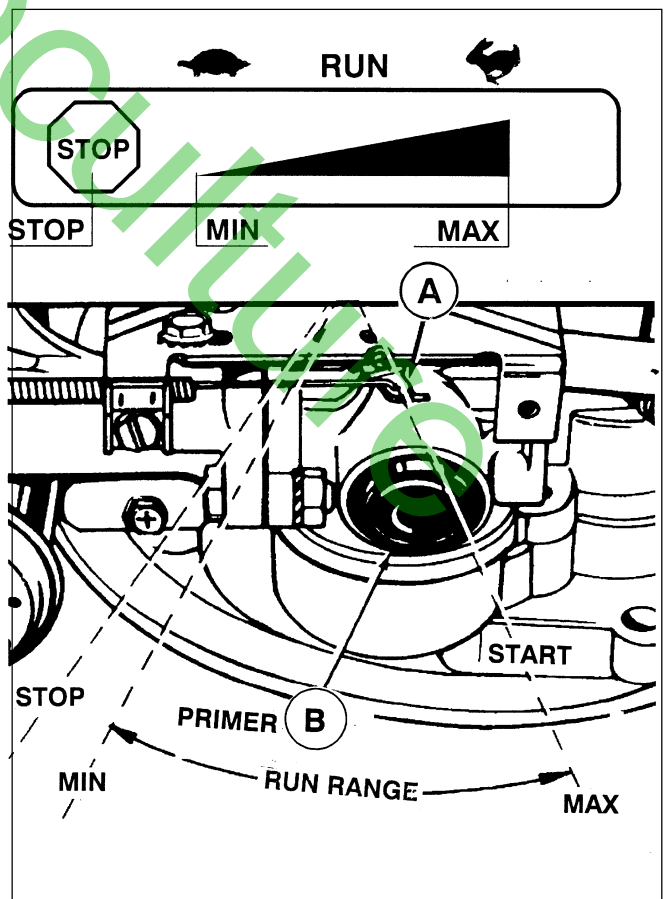

Fig. 2-1
- Placer le levier de commande sur FAST ou START (fig. 2.1) (Voir les instructions du constructeur de la machine).
- Presser sur la pompe d'enrichissement du carburateur (ou AMORCEUR) trois (3) fois et de façon sèche (fig. 2.1), attendre deux (2) à trois (3) secondes entre chaque appui. Si la température ambiante est inférieure ou égale à 13°C, presser cinq (5) fois.
a - Presser sur la pompe d'enrichissement du carburateur (AMORCEUR) trois (3) fois (fig. 2.1), **attendre deux (2) à trois (3) secondes entre chaque appui**. Si la température ambiante est inférieure ou égale à 13°C, presser cinq (5) fois.